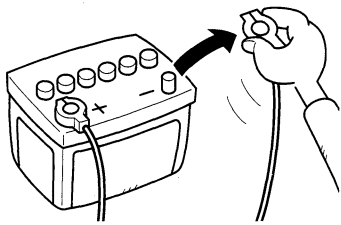

Fig.1
- Always remove a connector from the  $\ominus$  battery terminal before beginning any connection or installing work. (Fig.1)
- Extraiga siempre un conector del terminal de batería  $\ominus$  antes de realizar cualquier conexión o instalación. (Fig.1)